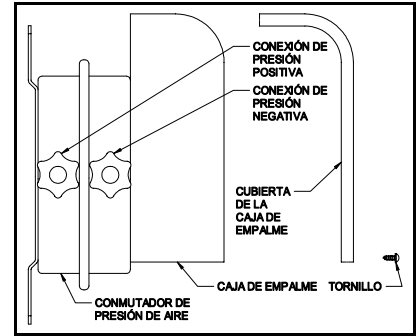

Figura 5
6. Afloje la tuerca de compresión de plástico blanco en la conexión de presión positiva del conmutador de presión de aire. Introduzca el extremo recto del tubo en la tuerca de plástico y apriete la tuerca a mano hasta que el tubo quede bien sujeto. No saque la tuerca de presión de plástico en la conexión de presión negativa. (Ver Figura 5)
7. Saque la cubierta de la caja de empalme en el conmutador de presión de aire. (Ver Figura 5)